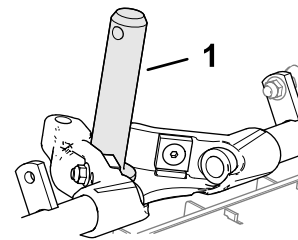

図 25
2. キャリアフレームのシャフトにきれいなグリスを塗る 図 25。